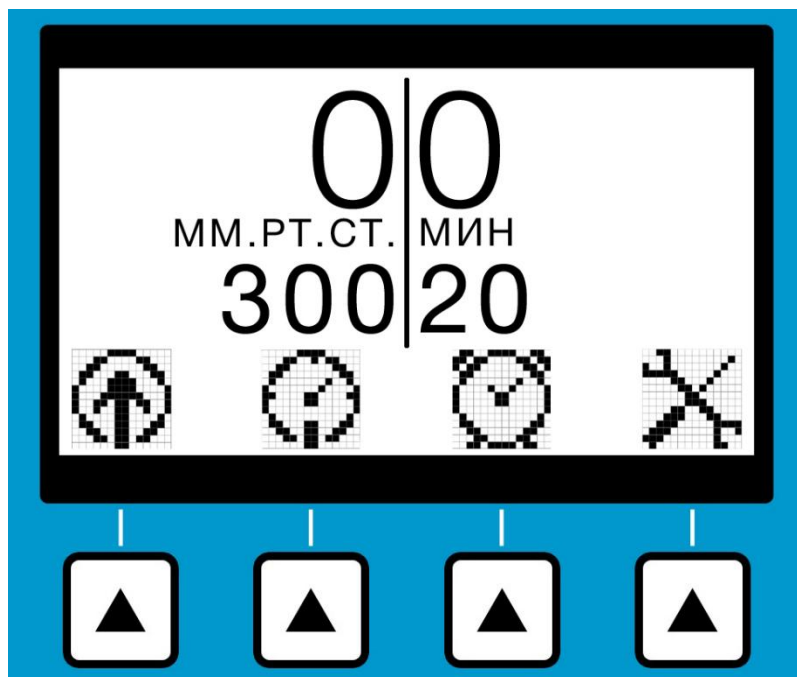

Рисунок 2. Основные элементы на дисплее, где изображено текущее и выбранное давление, прошедшее и оставшееся время таймера и символы управления.
3.1.4. Включить выключатель питания. Если после автоматической проверки прибор вывел сообщения «Техническая ошибка! Попробовать снова?» или «Замените компрессор», то действовать в соответствии с пунктами 3.2.2 или 3.2.3 из раздела 3.2. Если проверка пройдена успешно, то на дисплее отобразится главное меню (рис. 2).